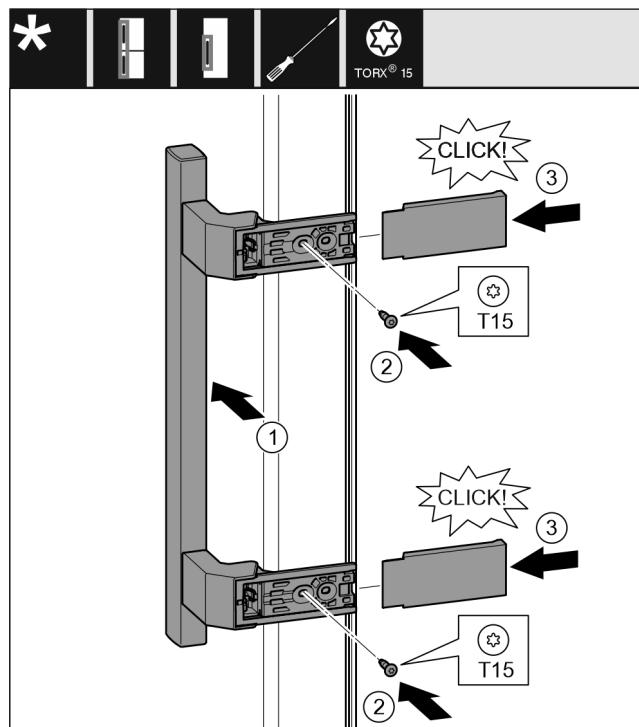

Fig. 15
- Aplicați și fixați mânerul pe partea opusă. Fig. 15 (1)
- Înșurubați ferm șuruburile cu șurubelnită T15. Fig. 15 (2)
- Aplicați lateral și împingeți capacele. Fig. 15 (3)